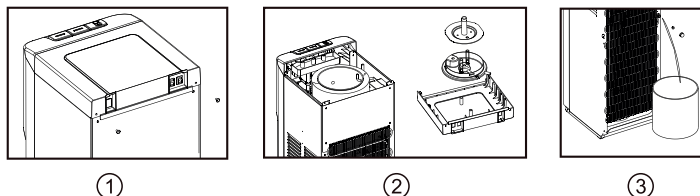

Рис. 3. Промывка аппарата
2. Выкрутите два винта (рис. 3–1), затем снимите верхнюю панель, крышку холодного бака и сепаратор (рис. 3–2).
4. Далее слейте воду из аппарата, для чего поставьте большую емкость, например, ведро, под сливное отверстие, которое находится на задней панели аппарата, и снимите пробку с отверстия для слива воды (рис. 3–3).